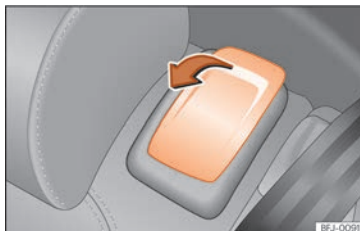

Abb. 116 Zweite Sitzreihe: Bedienungselemente der Einstiegshilfe.
- Entriegelungshebel in Pfeilrichtung ziehen »» **Abb. 116**.
- Hebel »» **Abb. 116** ziehen und Sitzlehne nach hinten in die aufrechte Position klappen. Der komplette Rücksitz klappt nach hinten »» .